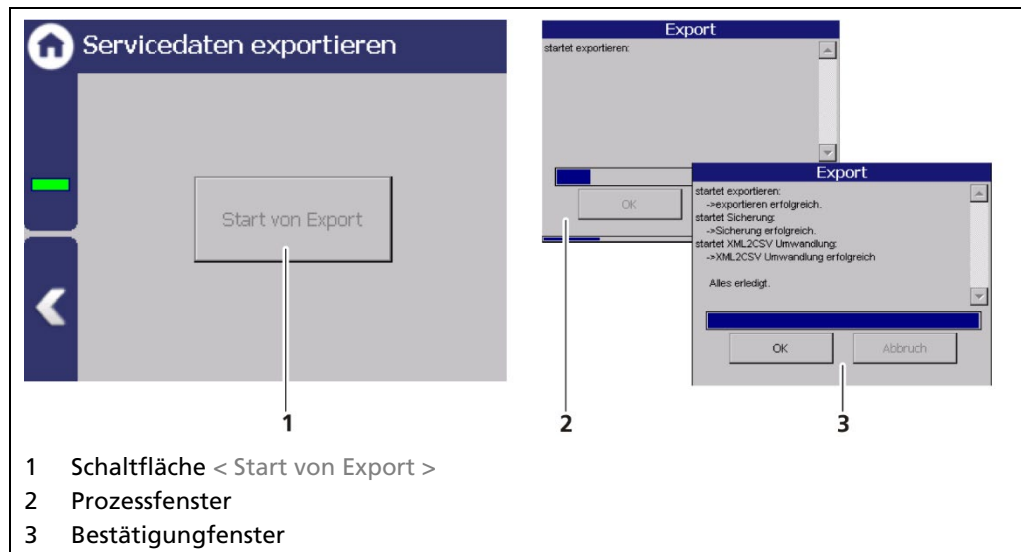

Abb. 142 Servicedaten exportieren
2. Der USB-Speicher wird nach einigen Sekunden vom System erkannt und die Schaltfläche < Start von Export > (Abb. 142, Pos.1) kann angeklickt werden.
3. Klicken Sie auf die Schaltfläche < Start von Export > (Abb. 142, Pos.1).
- Das Prozessfenster (Abb. 142, Pos.2) öffnet sich und der Export wird durchgeführt.
- Nach erfolgreichem Export wird ein Bestätigungsfenster (Abb. 142, Pos.3) angezeigt.